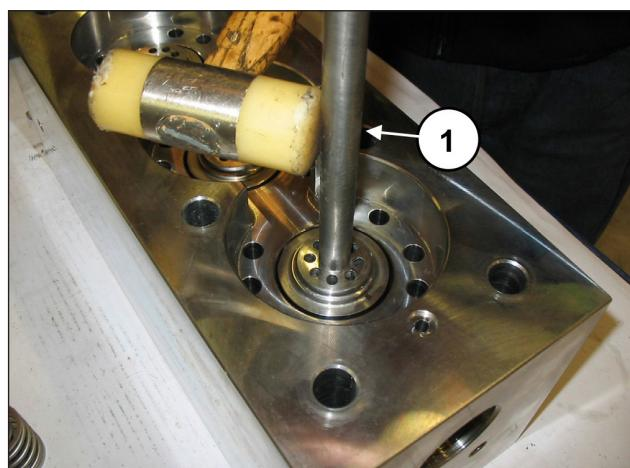

Fig. 102
Qualora le sedi valvola risultassero bloccate sulla testata a causa della formazione di calcare o di ossido devono essere sbloccate inserendo l'apposito attrezzo (cod. 034300020) nel foro di mandata (pos. ①, Fig. 102).